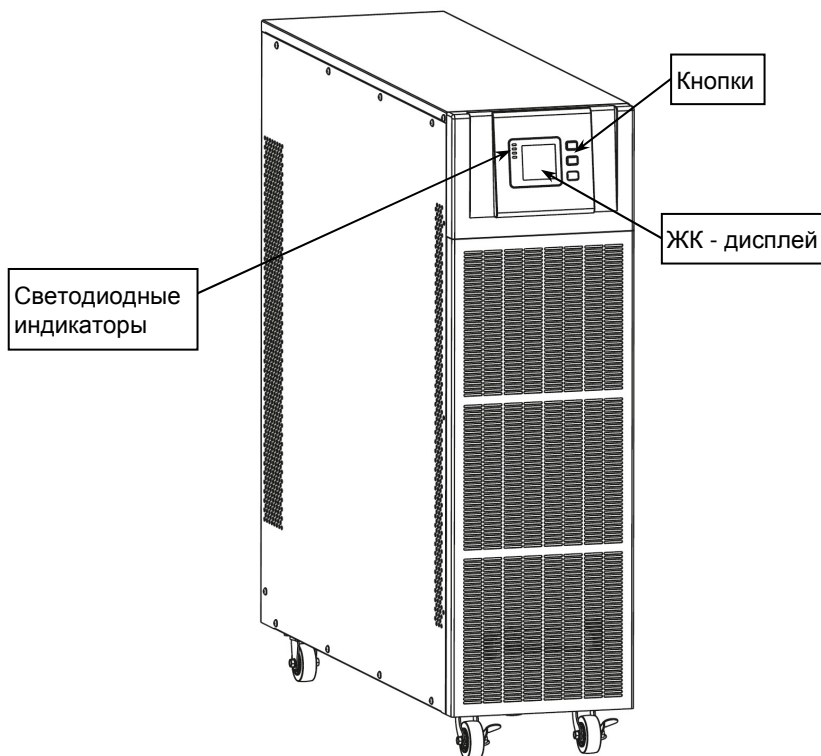
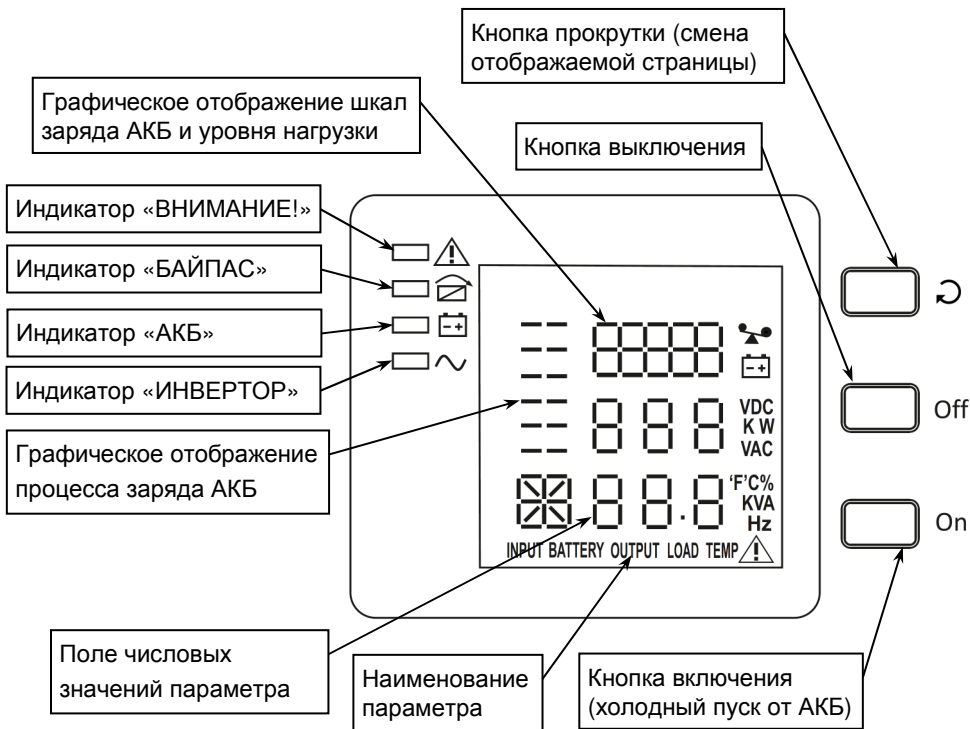

Рисунок 1 – Общий вид изделия
Рисунок 3 — ЖК-дисплей
**Изделие выполнено** в напольном варианте корпуса типа TOWER, на передней панели которого расположены ЖК-дисплей, светодиодные индикаторы и кнопки управления (см. раздел «ОПИСАНИЕ ЖК—ДИСПЛЕЯ», рисунок 1 и рисунок 3).
На ЖК—дисплее отображаются значения основных параметров изделия (см. рисунок 3).